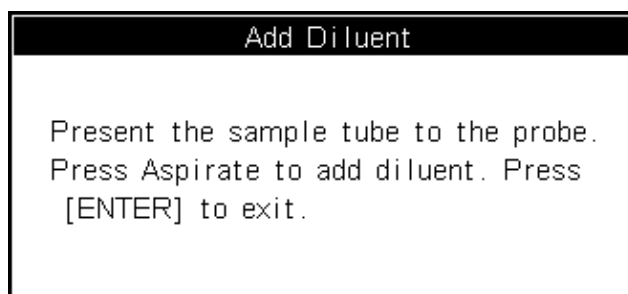

Abbildung 6-3 Mitteilungs-Box mit der Anleitung zum Dispensieren der Verdünnungslösung
85. Drücken Sie [DILUENT]. Es erscheint eine Mitteilungs-Box, in der sich eine Anleitung zum Dispensieren der Verdünnungslösung in das Probenröhrchen befindet, wie in Abbildung Abbildung 6-3 dargestellt.